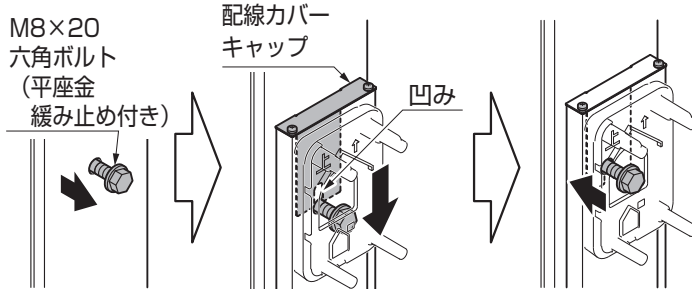

図3-1 ブラケットがある場合
- ⑥・ブラケットがある場合、カーポート柱の六角ボルトを緩め、配線カバーキャップの凹みをはさんで固定してください。(図3-1参照)